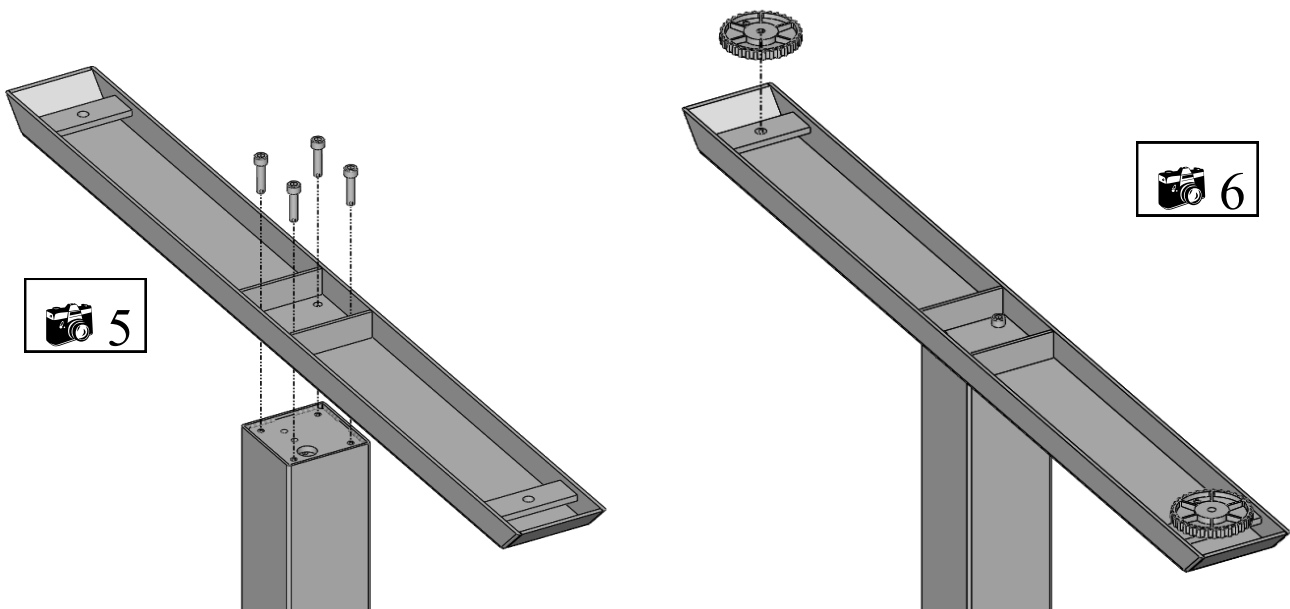

Abbildung 5
- Positionieren Sie die Kufen wie in Abbildung 5 zu sehen.